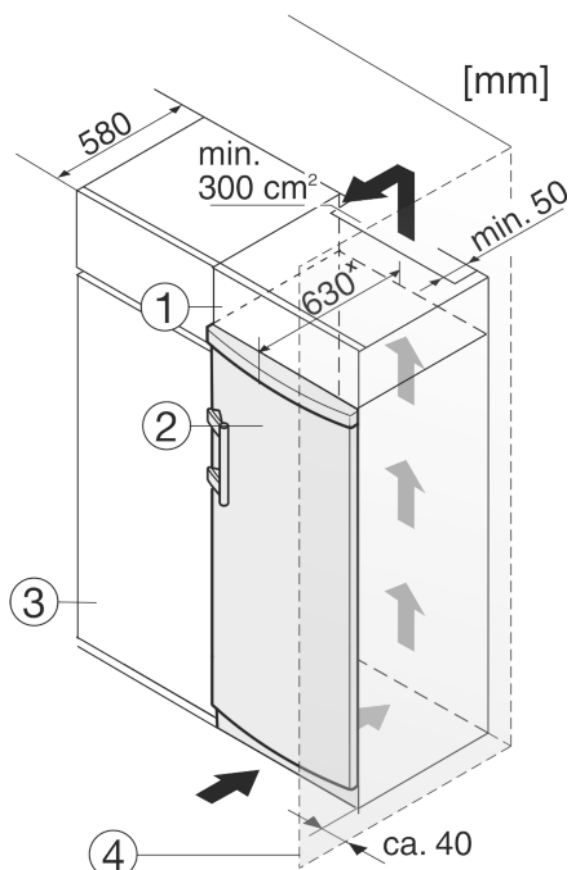

Fig. 9
Het apparaat Fig. 9 (2) kan worden ingebouwd in de keuken. Om het apparaat aan de hoogte van het keukenblok aan te passen, kunt u er een passende opbouwkast Fig. 9 (1) op plaatsen.
Bij een ombouw met keukenkasten (diepte max. 580 mm) kan het apparaat direct naast de keukenkast Fig. 9 (3) worden geplaatst. Het apparaat steekt aan de zijkant 34 mm^x en in het midden 50 mm^x uit ten opzichte van het keukenkastfront.
Plaats u het apparaat met de scharnierkant naast een muur Fig. 9 (4), dan moet de afstand tussen apparaat en muur minstens 40 mm bedragen. Dit in verband met het uitsteken van de deurgreep bij een geopende deur.